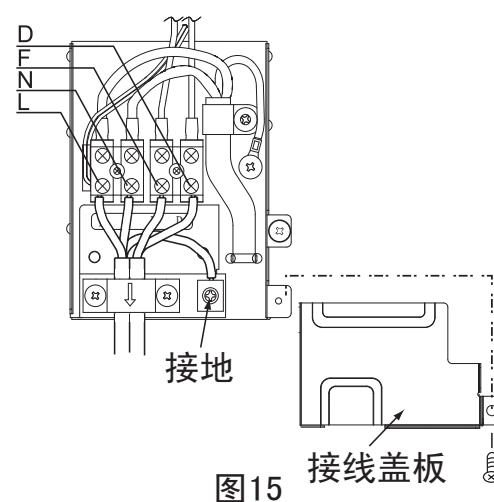

图15
- 先将连接电缆如下图将头部弯折。（如图15）
- 连接电缆连接结束后，必须按图15所示装上接线盖板。